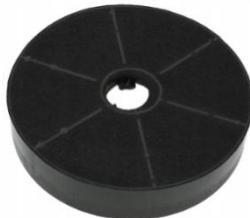
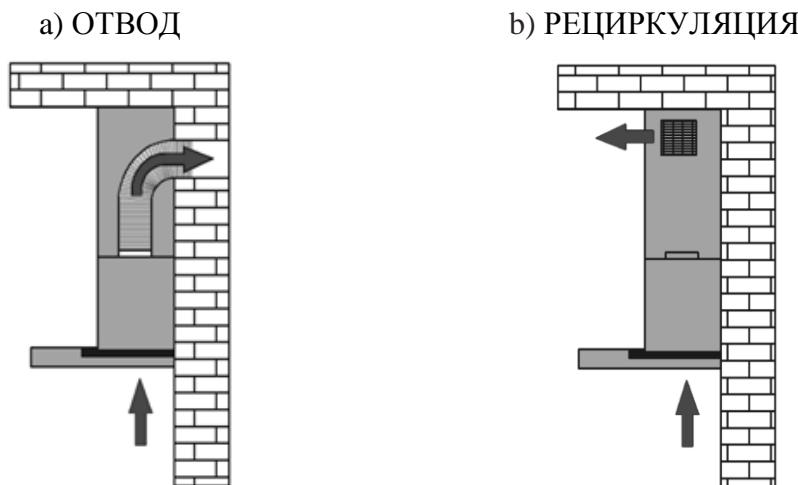

Рис. 5
Рис. 6
1) Отвода (рис. 6а) – воздух удаляется из помещения через соединение вытяжки с вентиляционным каналом жестким пластиковым воздуховодом или гофрированным шлангом диаметром 100 мм с применением соответствующего переходника, который входит в комплект вытяжки (для 50/60 см), и 150 мм (для 90 см). И, таким образом, все кухонные испарения, запахи, гарь и копоть, проходя через многоразовые алюминиевые жироулавливающие фильтры, выводятся за пределы помещения. При данном режиме работы нет необходимости устанавливать угольные фильтры. Режим отвода является наиболее эффективным, поскольку вытяжка удаляет все кухонные испарения за пределы кухни в вентиляционную шахту.
2) Рециркуляции (рис. 6б) – внутренняя циркуляция воздуха через угольные фильтры (рис. 5). Вытяжка в данном случае не подключается к вентиляционной шахте и, таким образом, воздух просто прогоняется через вытяжку внутри кухни.
В этом режиме на вытяжку должны быть установлены угольные запахоулавливающие фильтры (рис. 5). Эти фильтры не входят в комплект вытяжки и приобретаются отдельно. Угольные фильтры следует менять не реже, чем раз в 3 месяца (в зависимости от интенсивности приготовления пищи). Использование вытяжки в режиме рециркуляции снижает ее производительность.